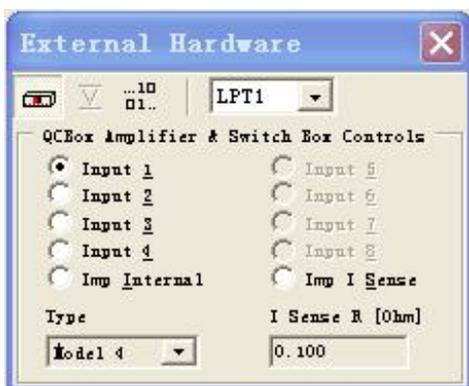

图 10-9
2) 选择功放按键 ，可以按不同的通道听哒哒声来判断功放是否连接，选择麦克风接入的通道input1如图10-9。